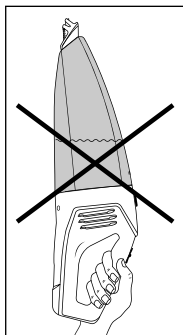

Fig. 4
- Se l'apparecchio viene trasportato orizzontalmente o con la bocchetta per l'aspirazione dei liquidi ❶ rivolta verso l'alto, può capitare che fuoriesca del liquido (vedere fig. 4 e 5):